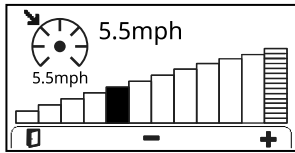

図 29
- クルーズコントロール画面 (図 29) クルーズコントロールが動作中に表示されますただし別のメニュー画面の操作を行っていないとき。クルーズコントロール動作中にボタン を押しても表示されます。